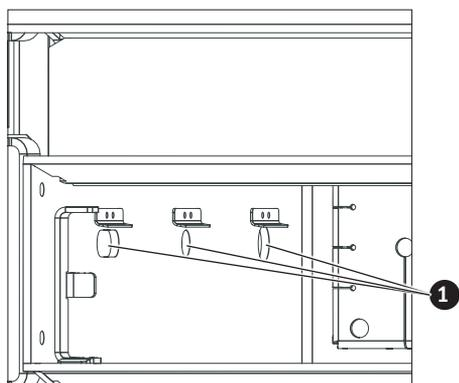

Fig. 38 Décrocher les tôles suspendues ; contrôler les ouvertures d'air primaire.
- ▶ Décrocher les tôles suspendues des deux côtés du foyer et contrôler, ou dégager le cas échéant, les ouvertures d'air primaire placées sous ces dernières – Fig. 38.